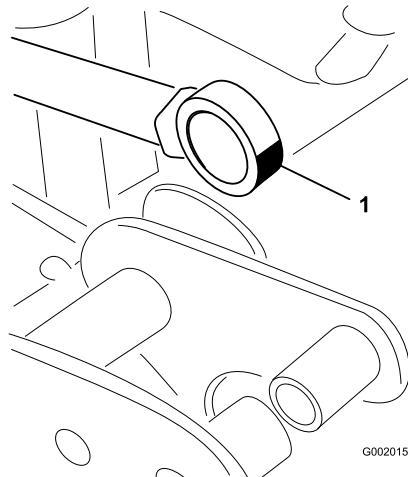

Figura 43
5. Manipolate il lato cuscinetto dell'asta dell'attuatore ed inserite il grasso nel cuscinetto (Figura 43). Tergete il grasso superfluo.